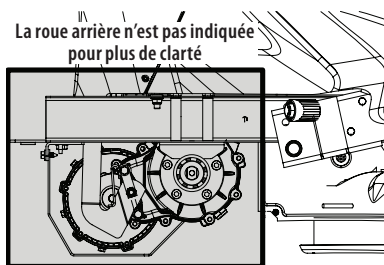

Figure 16
- Nettoyez bien l'essieu et la transmission. Voir Figure 16.